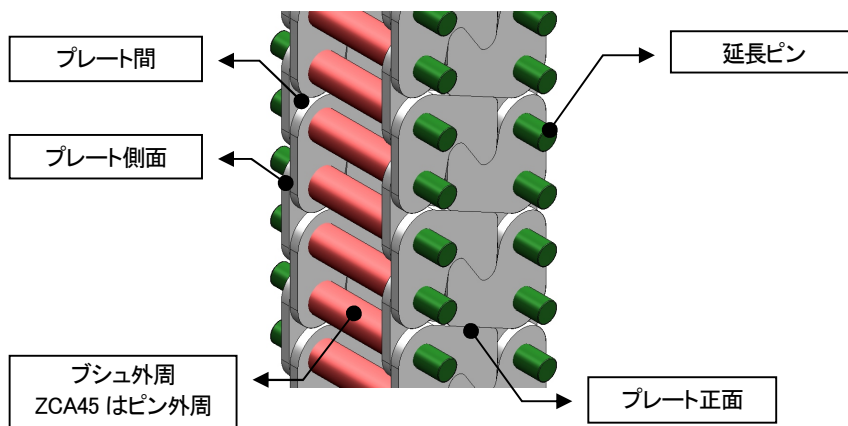

図 6 ジップチェーンの確認ポイント
- ・ジップチェーンが摩耗していないか(図6)
- ① 下記部品から酸化摩耗粉(赤茶色)が出ていないか(付いていないか)
- ② ブシュあるいは延長ピンが割れるもしくは折れていないか